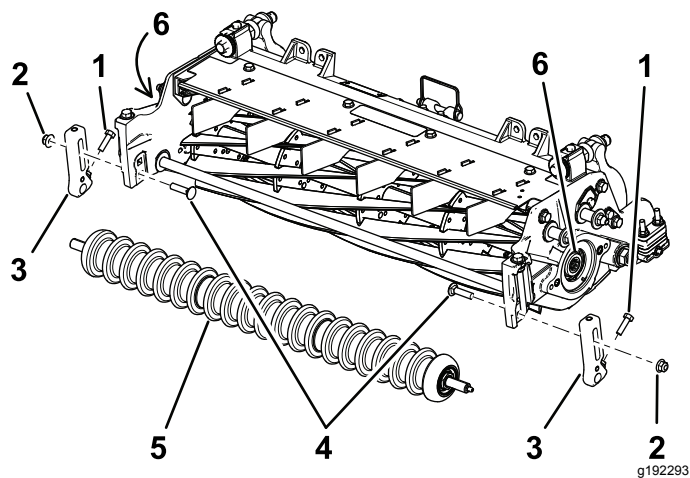

图3
2. 拆下把剪草高度HOC支架固定到滚刀组侧板上的托架螺栓和锁紧螺母 **图3**。
3. 旋松将剪草高度支架固定至前滚筒轴上的螺丝 **图3**。
4. 从滚刀组侧板上拆下现有剪草高度支架和前滚筒 **图3**。
6. 使用滚刀驱动轴工具零件号 TOR4074 用于 17.8cm 滚刀从滚刀轴的两端卸下并丢弃现有花键插入件。请参阅 **图3**。